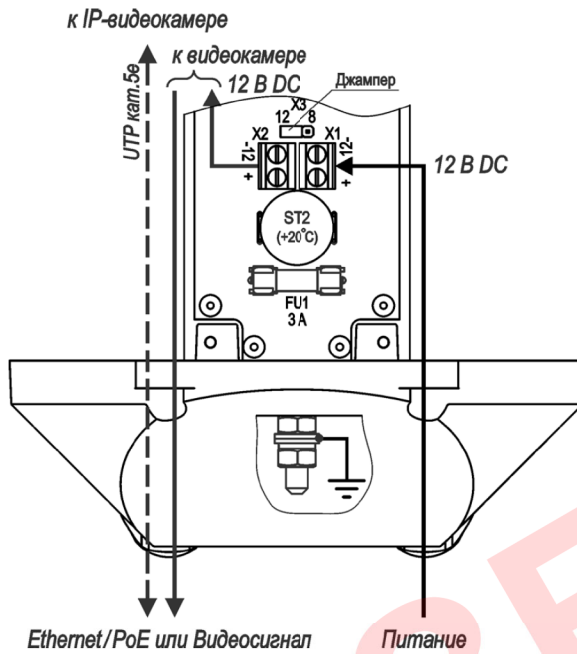

Рисунок 9 – Подключение ТГБ-7С-12
*** Предприятием-изготовителем в ТГБ-7С-24/12, ТГБ-7С-220/12 джампер Х4 (Х7) установлен в положение «25» – мощность обогрева 25 Вт, для изменения мощности на 17 Вт джампер необходимо переставить в положение «17» (см. рисунки 3 и 4), в ТГБ-7С-12 джампер Х3 установлен в положение «12» – мощность обогрева 12 Вт, для изменения мощности на 8 Вт джампер необходимо переставить в положение «8» (см. рисунок 9).